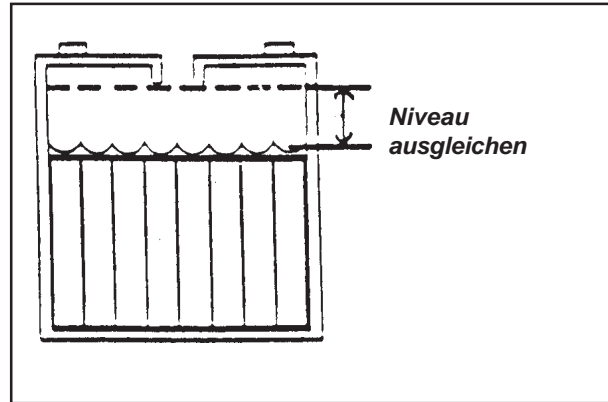

Abb. 14
1. Halten Sie den Elektrolyten auf dem korrekten Stand. Der korrekte Stand ist zwischen $\frac{1}{4}$ Zoll unter der Unterseite des Rohres in jeder Zelle und oberhalb der Abdeckung der Platten. Überprüfen Sie den Stand des Elektrolyten jedesmal, wenn Sie die Batterien aufladen. Siehe Abb.14.